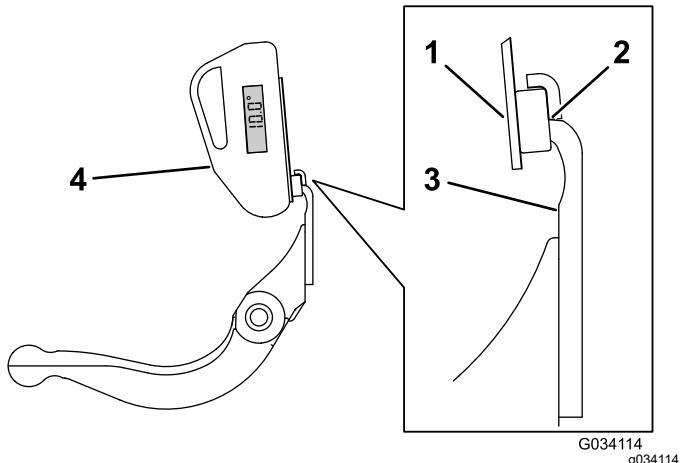

Figura 25
- Coloque a montagem do indicador de ângulo na extremidade da lâmina de corte para que a extremidade do íman fique alinhada com a extremidade da lâmina de corte (Figura 25).
- Coloque o indicador de ângulo na montagem, como se mostra na Figura 25.